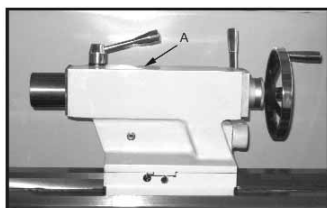

Fig. 8
**8. Pinoldok:** Smør smørepiplerne (A, Fig. 8) øverst på pinoldokken dagligt med Mobil DTE® Oil Heavy Medium.